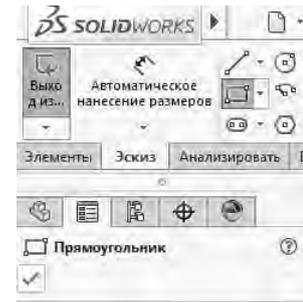

Рисунок 12 – Построение прямоугольника произвольных размеров инструментом «ПРЯМОУГОЛЬНИК ПО УГЛАМ» опции «ЭСКИЗ»
– с помощью инструмента «ПРЯМОУГОЛЬНИК ПО УГЛАМ» изобразить прямоугольник произвольного размера зажатием левой клавиши мыши в любой точке рабочего поля и отведя мышь по диагонали вниз (рисунок 12). Для окончательного подтверждения построения прямоугольника произвольного размера необходимо левой клавишей мыши нажать на зеленую галочку в меню «ПРЯМОУГОЛЬНИК», появившемся в левом углу монитора (рисунок 13). Для задания конкретных размеров прямоугольника необходимо левой клавишей мыши выбрать его конкретную сторону, после чего в левой части монитора появится меню «СВОЙСТВА ЛИНИИ». В данном меню в опции «ПАРАМЕТРЫ» нужно прописать конкретный размер линии, например, 80, после чего подтвердить изменение нажатием мыши на зеленую галочку в меню «СВОЙСТВА ЛИНИИ». Данный размер при построении эскиза по умолчанию, как правило, уже задан в миллиметрах (см. рисунок 13). По аналогии задаем длину 150 мм для второй стороны прямоугольника и получаем прямоугольник заданного размера ( $80 \times 150$  мм) (рисунок 14);